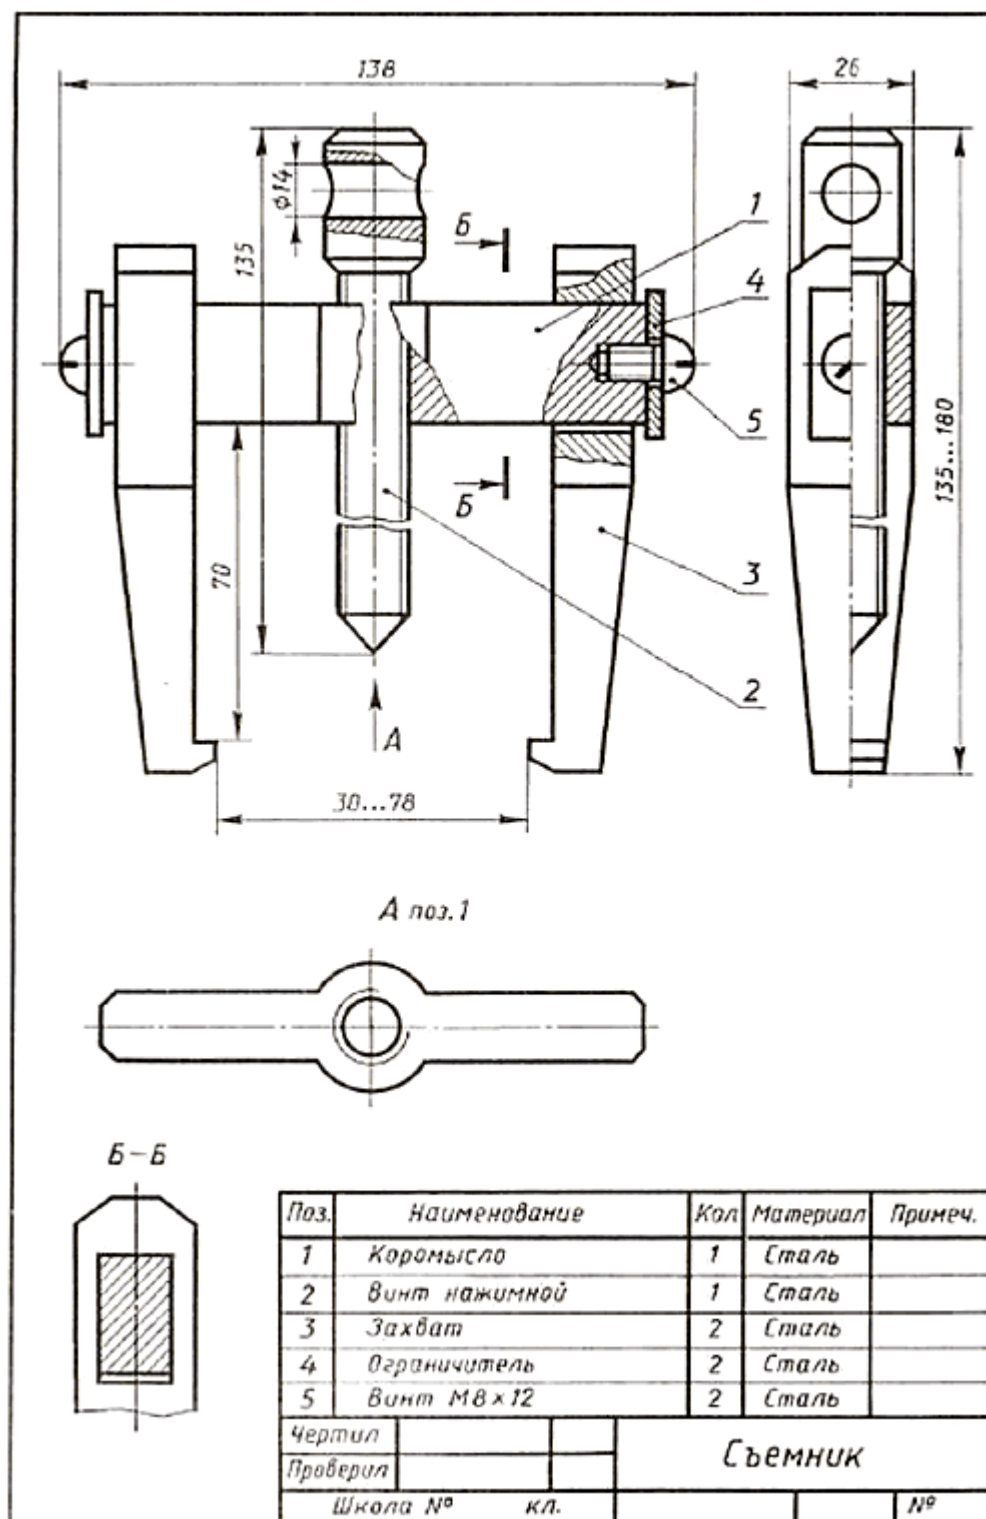

Рис. 2 Чертеж для чтения
2. Съёмник (рис. 2) — приспособление для съёмки шкивов, подшипников и других деталей с валов.